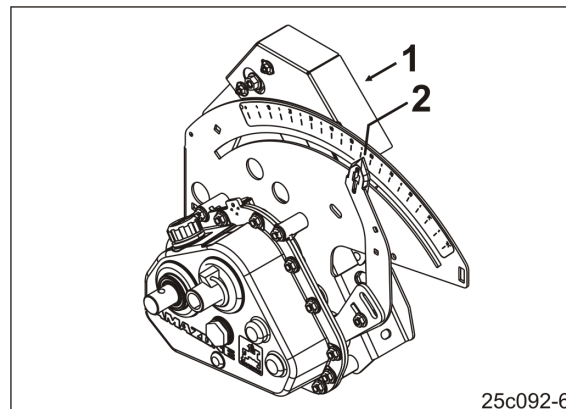

Fig. 30
- Semoir avec vérin hydraulique (Fig. 30/1).
→ Saisissez la valeur du repère sur l'échelle graduée (par ex. 50, voir la notice d'utilisation du semoir) (Fig. 30/2) pour le premier contrôle de débit.
→ Le repère (Fig. 30/2) se déplace sur la valeur saisie sur l'échelle graduée (par ex. 50).
→ L'AmaDrill+ calcule, à l'aide des données issues du contrôle de débit, la position de boîtier nécessaire. Le repère (Fig. 30/2) se déplace sur la valeur de l'échelle graduée calculée.